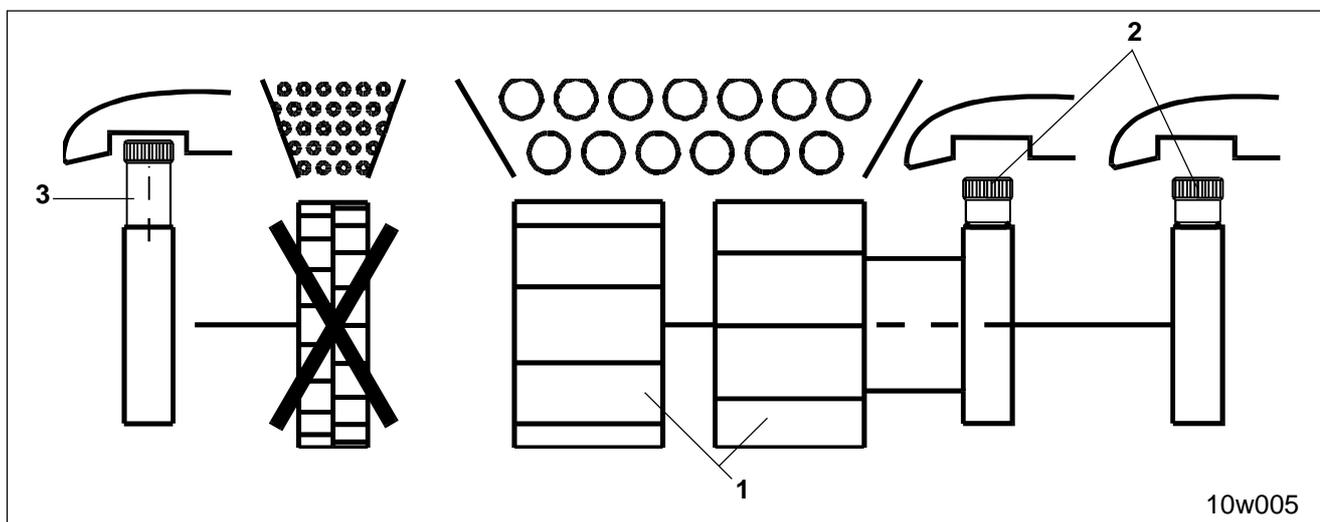

Fig. 11.5
Zur Aussaat mit beiden Hauptsärädern (Fig. 11.5/1)
- Rändelschrauben (Fig. 11.5/2) der Hauptsäräder einschrauben
- Rändelschraube (Fig. 11.5/3) des Feinsärades herausdrehen.